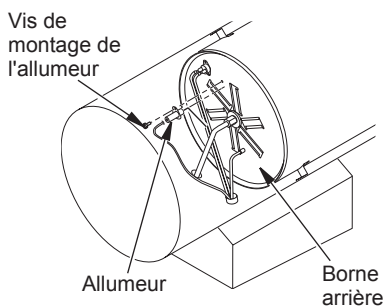

Figure 11 - Retrait de l'allumeur et de la vis de montage
3. Retirez la vis de fixation de l'allumeur de la borne arrière avec un tourne-écrou ou un tournevis standard (voir figure 11).